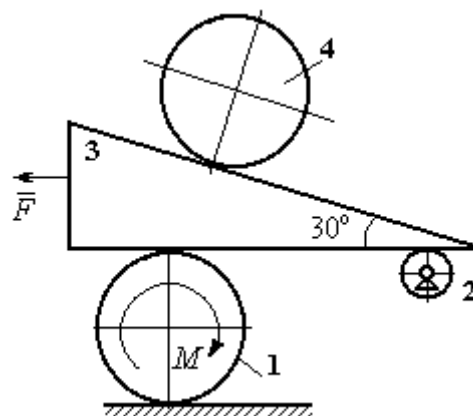

Рис. 6.35. Механическая система с двумя степенями свободы
**Задача 73.** Прямоугольная призма 3 весом  $2P$  лежит на катке 1 радиуса  $r$  и веса  $P$  и опирается на невесомый блок 2 (рис. 6.35). Каток 1 катится по неподвижной горизонтальной поверхности без скольжения. По наклонной поверхности призмы скатывается без скольжения каток 4 весом  $P$  и радиуса  $r$ . Угол наклона поверхности призмы к горизонту составляет